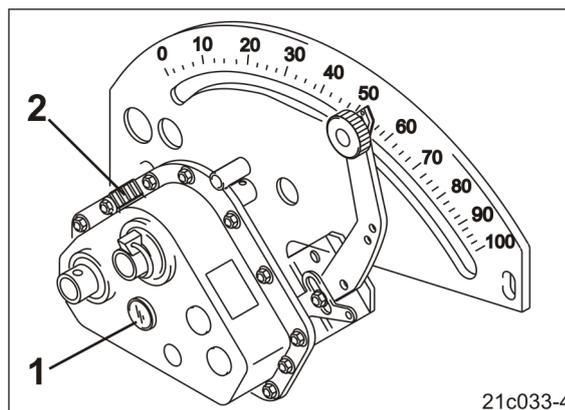

Fig. 217
2. Der Ölspiegel muss im Ölauge (Fig. 217/1) sichtbar sein.
6. Das Variogetriebe durch den Öleinfüllstutzen (Fig. 217/2) bis zum Ölauge (Fig. 217/1) mit Getriebeöl befüllen.
7. Öleinfüllstutzen nach dem Befüllen mit der Kappe (Fig. 217/2) verschließen.